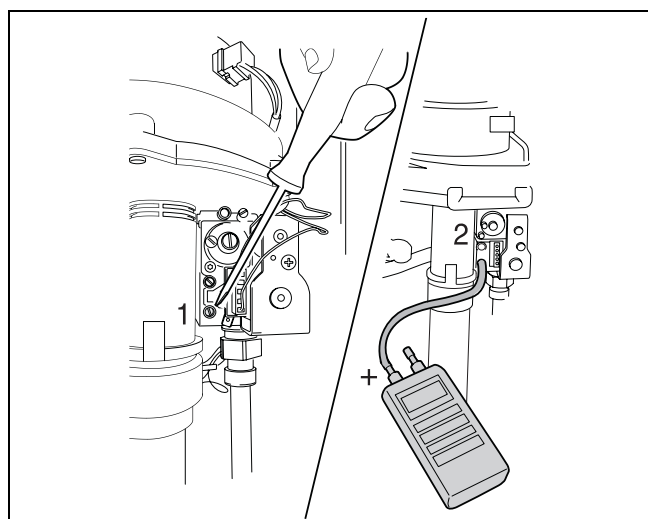

fig. 26 Måling af gasfortrykket
- Tætningskruen i fortryksmåleniplen løsnes en smule og her tilsluttes en lang slange (fig. 26).
- Skruen i den nederste målenippel (fortrykmålenippel) løsnes to omgange (fig. 26, pos. 1).
- En slange fra manometeret sættes på fortryksmålenippen (fig. 26, pos. 2).